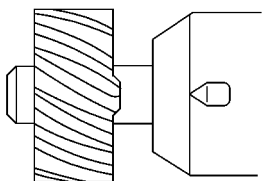

图 5-32 将从动齿轮的凸出部与壳体的凸出部对准
1) 将从动齿轮的凸出部与壳体的凸出部对准, 如图 5-32 所示。